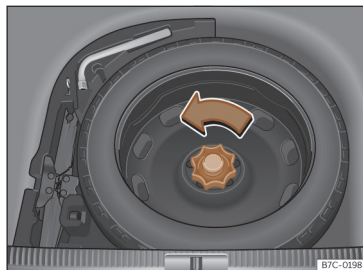

Fig. 244 Na bagageira: piso de carga levantado.
- Mova a roda no sentido contrário ao dos ponteiros do relógio >>> **Fig. 244.**